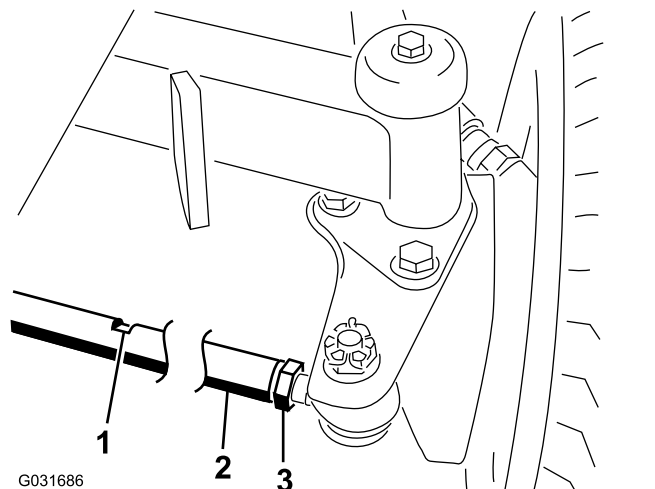

図 67
2. 各タイロッド 図 67 の端についているジャムナットをゆるめる。